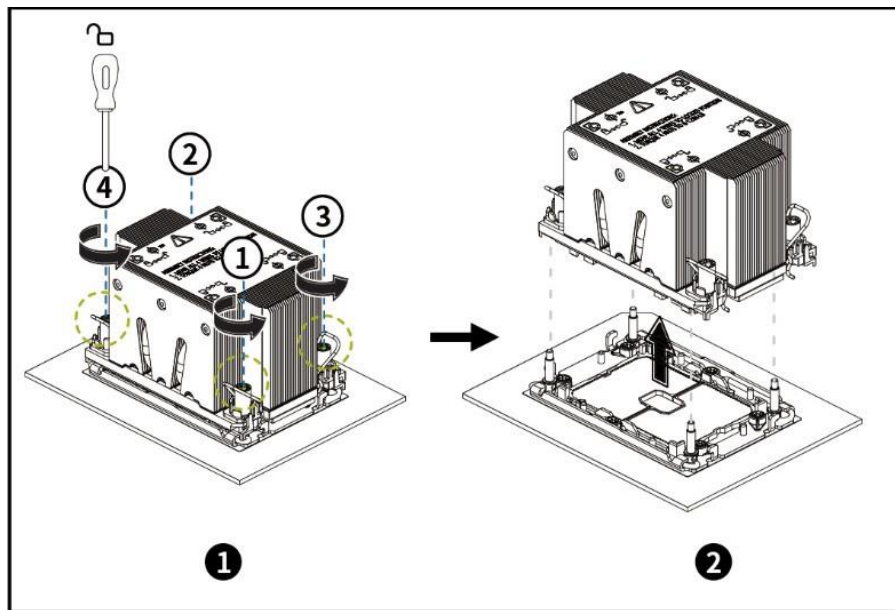

Рисунок 61 – Демонтаж радиатора и процессора
- С помощью отвертки Т-20 выкрутите 4 винта на радиаторе в следующем порядке (см. рисунок 61): 4→3→2→1 (Значение крутящего момента: 1 Нм).